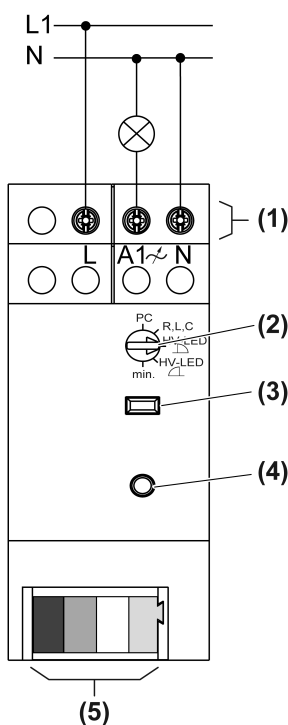

Bild 2: Anslutningsplan
- Anslut lasten enligt anslutningsschemat (Bild 2)